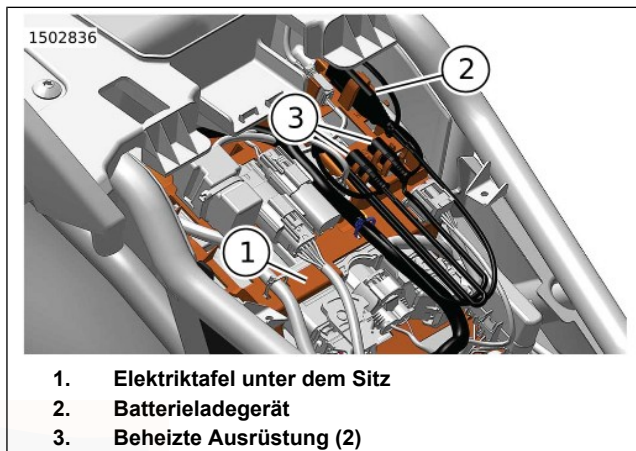

Abbildung 79. Unter dem Sitz
Abbildung 79 Durch die Wartung der Batterie zwischen Fahrten oder bei längerer Lagerung kann die Batterieladung erhalten und die Lebensdauer der Batterie verlängert werden. Den Batterieladegerät-Steckverbinder (2) während der Lagerung oder wenn die Batteriespannung unter den vorgegebenen Wert fällt, mit einem Batterieladegerät verbinden. Siehe WARTUNGSVERFAHREN > WARTUNG DER BATTERIE (Seite 199).